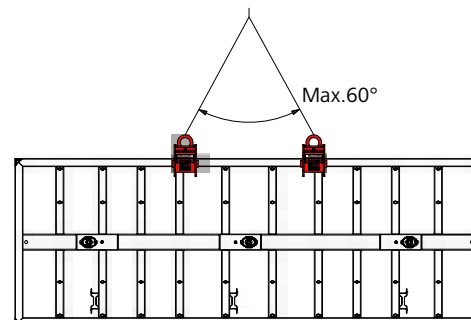

Abb. 39.6
- bei liegenden Elementen über Querstreben (Abb. 39.6)